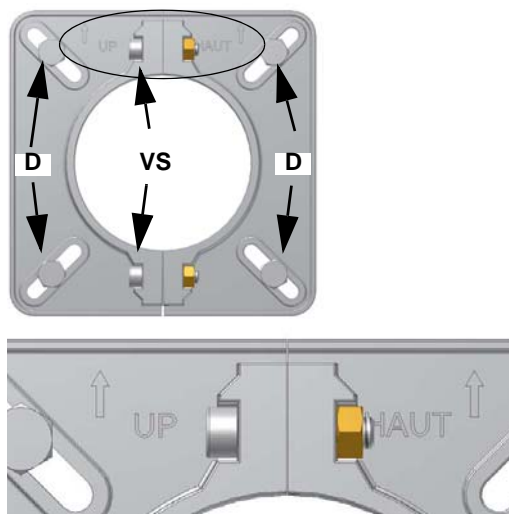

Fig. 5
- 4 in base al riferimento indicato in Fig. 5, fissare la flangia ai prigionieri della caldaia con i dadi **D**, senza stringerli completamente;